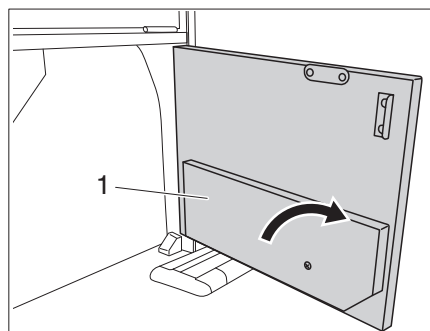

Figura 29 Alimentación de corriente de la trampilla de acceso
- ▷ El campo de cocción de inducción solo puede utilizarse si el soporte (Figura 29,1) se encuentra abatido.
- Girar el soporte (Figura 29,1) en 90°.